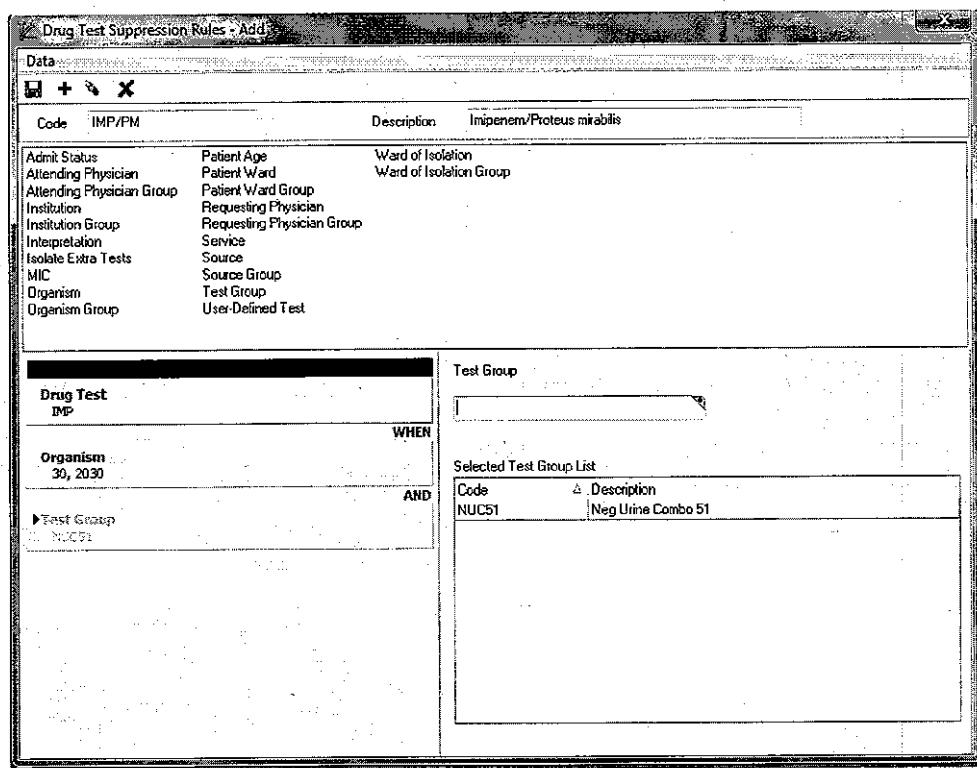

Рисунок 3: параметры Test Group и условия добавлены.
7. Щелкните дважды на Сухих Грам Негативных панели(ях) (Dried Gram Negative panel(s)) из Таблицы 1, используемые в Вашей лаборатории. Панели отобразятся в секции Selected Test Group List окна Drug Test Suppression Rules (см. Рисунок 3).